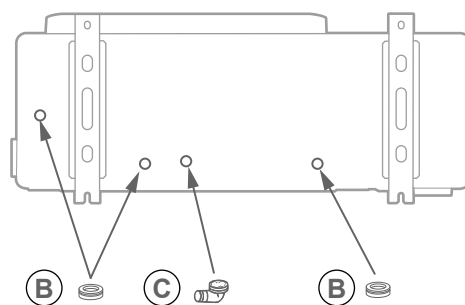

fig. 18 - Pose de l'unité extérieure, évacuation des condensats
- En fonctionnement, de l'eau peut s'évacuer de l'unité extérieure. Ne pas installer l'appareil sur une terrasse, mais préférer un endroit drainé (lit de graviers ou sable). Si l'installation est réalisée dans une région où la température peut être inférieure à 0°C pendant une longue période, vérifier que la présence de glace ne présente aucun danger. Il est aussi possible de raccorder un tuyau d'évacuation sur le bac de récupération de condensats (option) ("Fig. 18 page 17).